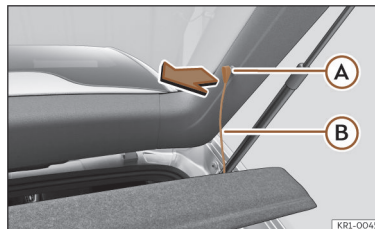

Fig. 165 Na bagageira: desmontar e montar a chapeleira.
- Desengate os tirantes de fixação >>> **Fig. 165** **(B)** dos alojamentos **(A)**.
- Engate os tirantes de fixação >>> **Fig. 165** **(B)** na porta da bagageira.